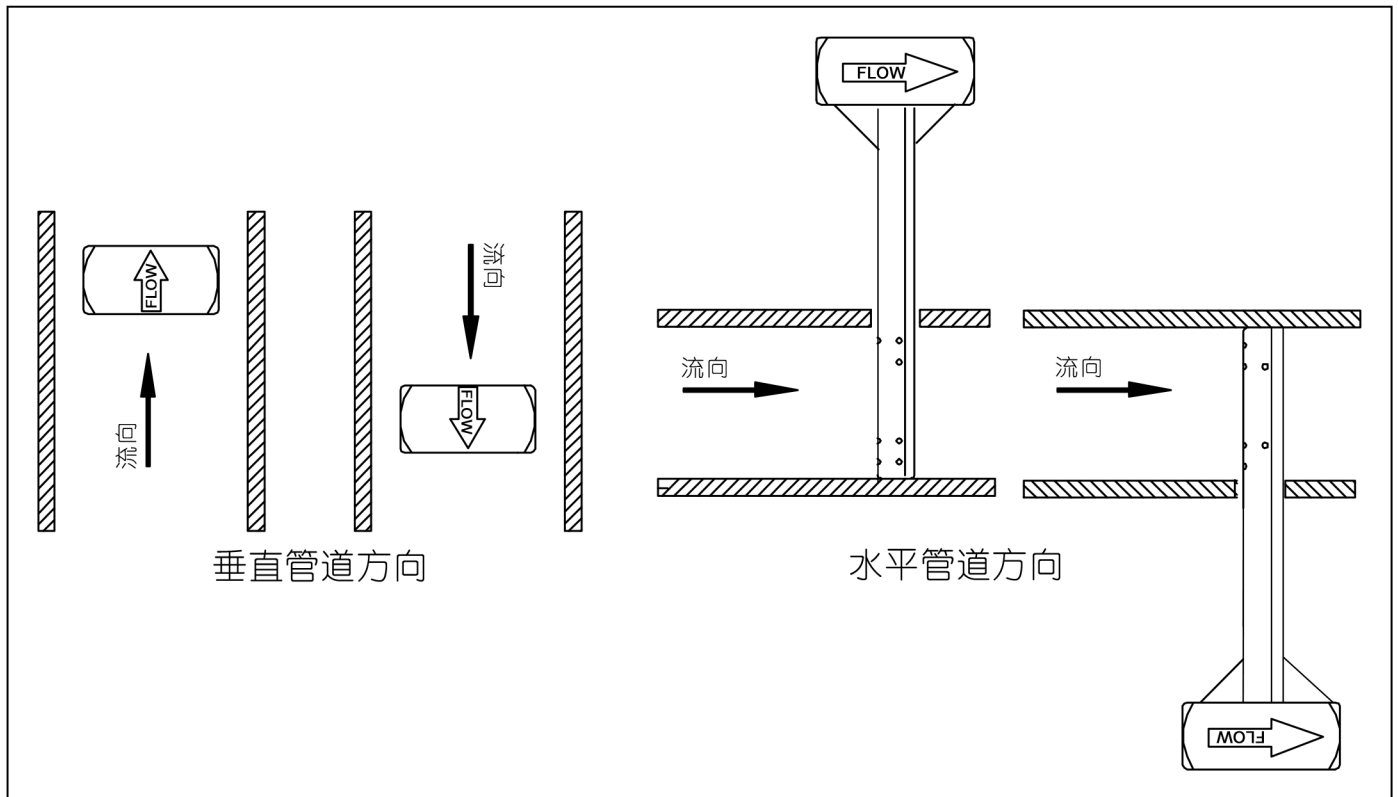

图 5：流体方向
- 安装探头时应于法兰之间装入垫片，并确保探头上的 "Flow" 箭头与流向一致（图 5）。拧紧螺母，直到垫片完全压紧（垫片厚度应约为 3mm [1/8"]）。